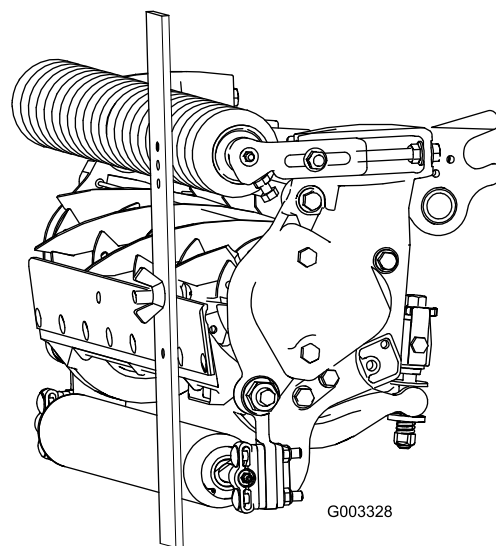

図 24
3. ゲージバーのネジ頭を下刃の切っ先に引っかけ、バーの後端を後ローラに当てがう (図 24)。
4. バーの前端がローラに当たるように、調整ネジで調整する (図 24)。ローラ全体が下刃と平行になるように、ローラの両側を均等に調節する。